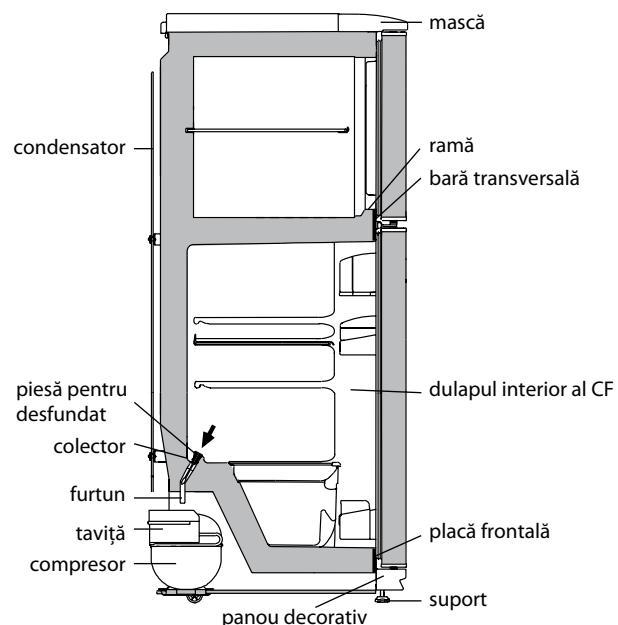

Figura 4 — Schema scurgerii apei provenite din dezghețarea CF
2.2.1 În CF funcționează un sistem automat de dezghețare. Bruma, care apare pe peretele din spate a CF, după deconectarea compresorului care lucrează în ciclu, se topește și se transformă în picături de apă. Picăturile de apă provenită din dezghețare se scurg în colector, apoi prin gaura acestuia și prin furtun - în taviță de pe compresor, în conformitate cu figura 4 și se evaporă. Gaura colectorului este dotată cu o piesă pentru prevenirea infundării sistemului de drenaj.
Prezența apei în colector indică infundarea sistemului de drenaj. Pentru eliminarea infundării folosiți piesa corespunzătoare și curătați gaura colectorului, astfel ca apa să se scurgă liber în taviță, apoi spațiati piesa și instalați-o în conformitate cu figura 4.
SE INTERZICE să exploatați frigiderul cu sistemul de scurgere infundat. Apa care a apărut pe fundul CF sau care a ajuns în locul de alăturare a barei transversale și a dulapului interior al CF, în conformitate cu figura 4, poate provoca coroziunea dulapului exterior al frigiderului și elementelor agregatului frigorific, defectarea izolației termice, formarea crăpăturilor dulapului interior și defecțiunea frigiderului.
ATENȚIE! Nu permiteți scurgerea apei provenite din dezgheț din CC la decongelarea și curățarea acestuia, deoarece ea, pătrunzând în locul de alăturare a barei transversale și a ramei CC, în conformitate cu figura 4, poate provoca coroziunea dulapului exterior al frigiderului și a elementelor agregatului frigorific, defectarea izolației termice, formarea crăpăturilor ramei și defecțiunea dulapului frigiderului.